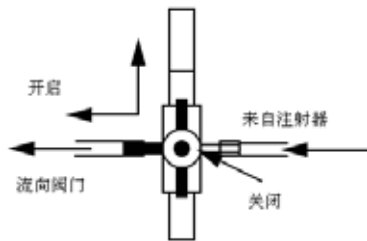

图23
- 将硅胶管浸没在水浴槽中, 转动三向旋塞至适当位置, 使注射器与水压计隔离 (参见图23)。
f) 小心地维持通过分流管的流量，如图23中所示，转动三向旋塞以隔离注射器。只要三向旋塞处于正确位置，水柱应开始下降。